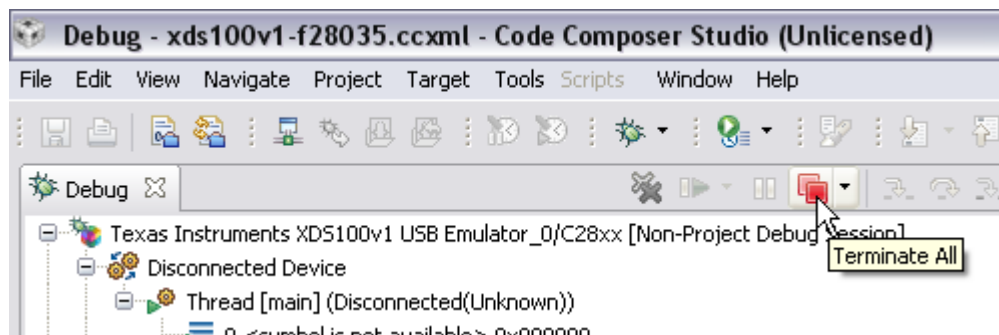

图 7. CCS 终止全部
14. 单击“Terminate All”（终止全部）（请见图 7）并关闭 CCStudio。